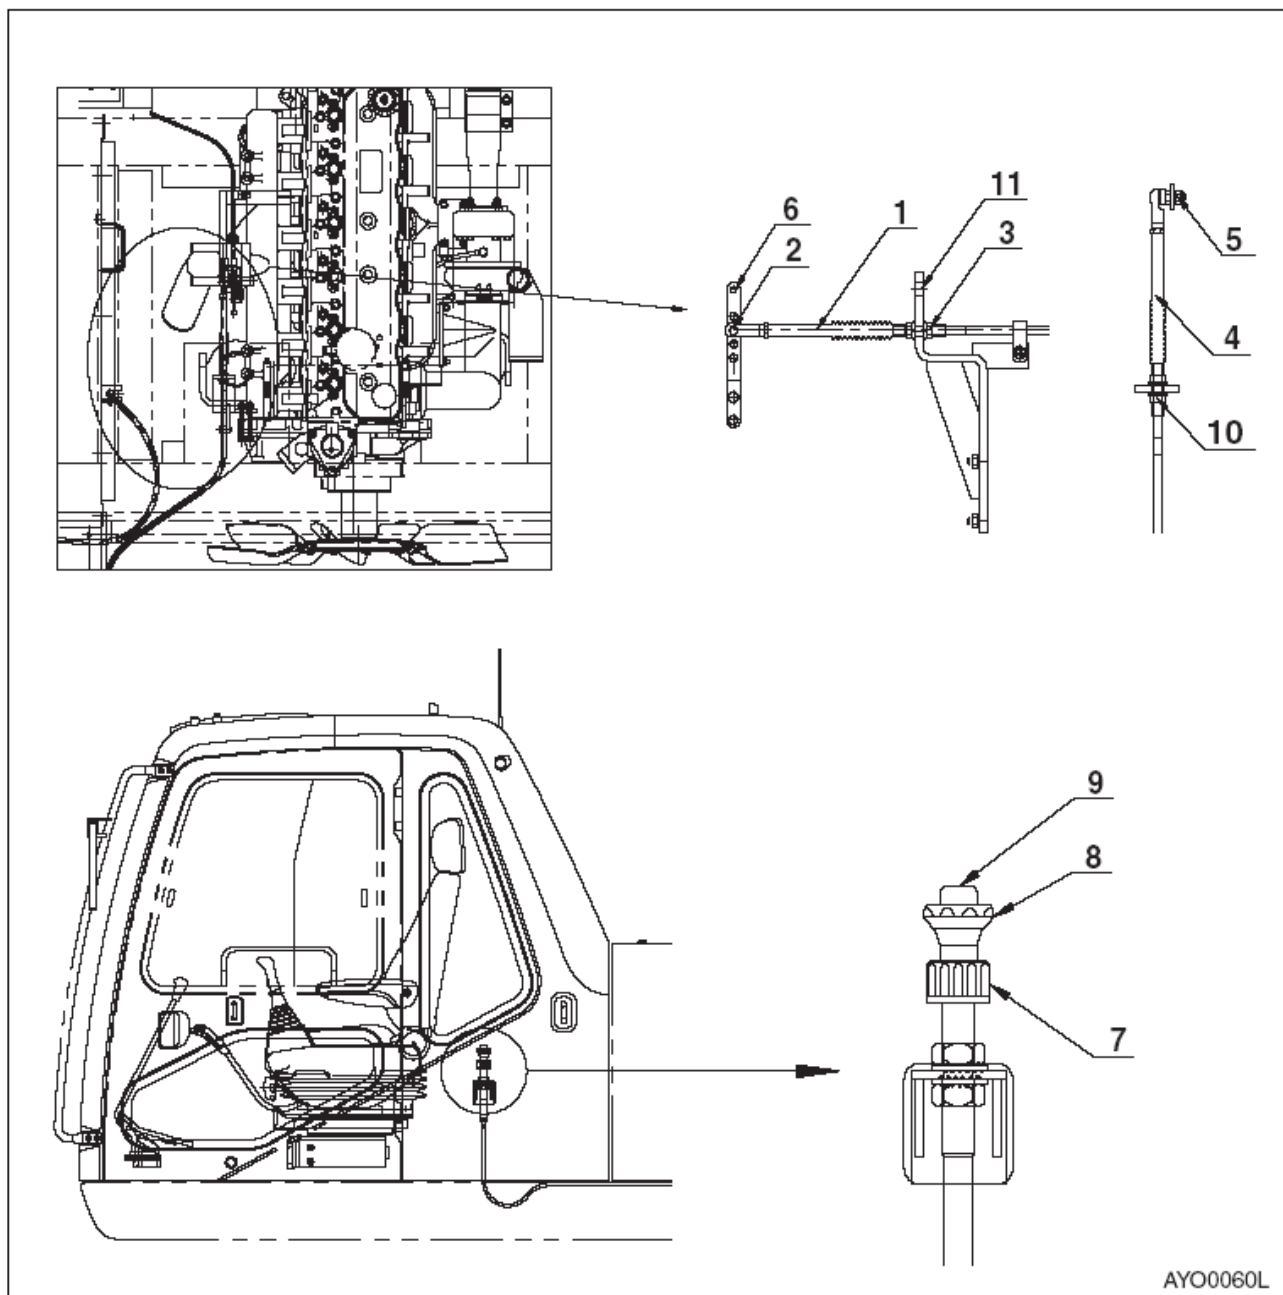

Рис. 44
7. Отсоединить кабель управления (1, рис. 44), сняв гайку и пружинную шайбу (2), и ослабив гайки (3), удерживающие кабель.
8. Снять гайку и пружинную шайбу (5, рис. 44) с кабеля ручного управления двигателем (4) и ослабить гайки (10), удерживающие кабель. Закрепить шаровое соединение кабеля ручного управления двигателем в отверстие (6) при помощи гайки и пружинной шайбы (5), и вставить его в гнездо (11), затянув гайки (10).
11. На задней части левой стойки управления находится элемент управления дроссельной заслонкой и штангенциркуль с нониусом. Механизм управления дроссельной заслонкой – нажимно-вытяжного и/или винтового типа. Следует повернуть запорное кольцо (7, рис. 44) в основании механизма в разблокированное положение перед регулированием дроссельной заслонки. Быстрое регулирование скорости двигателя выполняется посредством поворота запорного кольца в разблокированное положение (**RELEASED**) и нажатия кнопки (**DEPRESSING**) (9) (в центре ручки (8)). Вытягивание ручки на себя (**OUT**) увеличивает обороты двигателя, а от себя (**IN**) – уменьшает обороты. Вращением ручки можно выполнить точное регулирование скорости двигателя. Повернуть ручку против часовой стрелки, чтобы увеличить скорость двигателя, и по часовой стрелке, чтобы снизить скорость двигателя. Если набрано достаточное количество оборотов, установите запорное кольцо (7) в блокирующее положение.